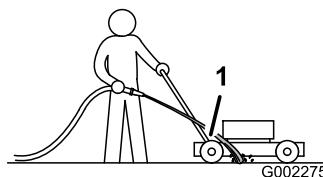

Figura 35
- Sujete la manguera a la altura del manillar y dirija el agua para que fluya sobre el suelo justo por delante de la rueda trasera derecha (Figura 35).